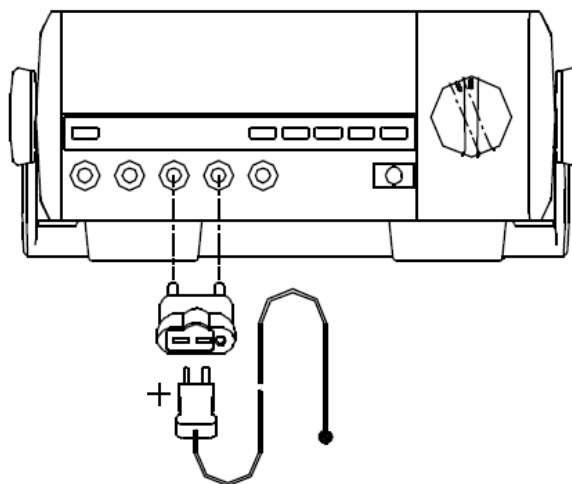

Figura 10. Masurarea temperaturii
Pentru masurarea temperaturii, setati Multimetrul ca si in figura 10 si procedati dupa cum urmeaza:
- Introduceti soclul multiplu in terminalele corespunzatoare : Hz si COM (vezi figura 10)